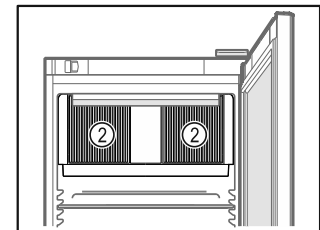

Fig. 83
- Lüftungsslitze Fig. 83 (2) des Umluftgebläses im Innenraum freihalten.